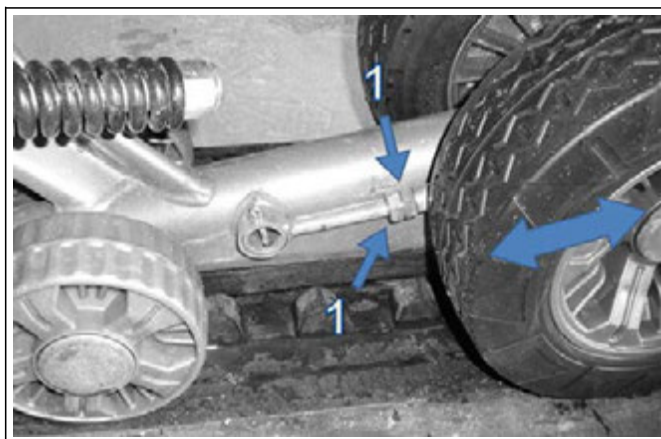

Рис. 23. Уменьшение натяжения гусеницы
- Уменьшить натяжение гусеницы до минимума (как показано на рис. 23).